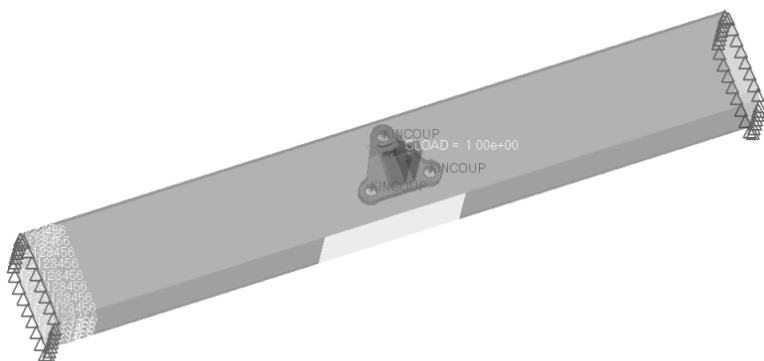

图 10-7 单元集
- (5) 在 Load Step 窗口的 Type，下拉列表框中选择 default (Pressure)。
- (6) 在 Element sets 下拉列表框中选择 pressure_set。为了显示所有的单元类表，单击 Expand () 按钮以便展示 Set Browser 窗口，也可以使用 Filter 和 Sort 按钮来减少单元组的搜索范围。
- (7) 单击右箭头按钮将选中的单元集放置在 element sets table 中。
- (8) 在 Element sets 下拉列表框中单击 Review set，HyperMesh 中的单元集将被高亮显示，如图 10-7 所示。